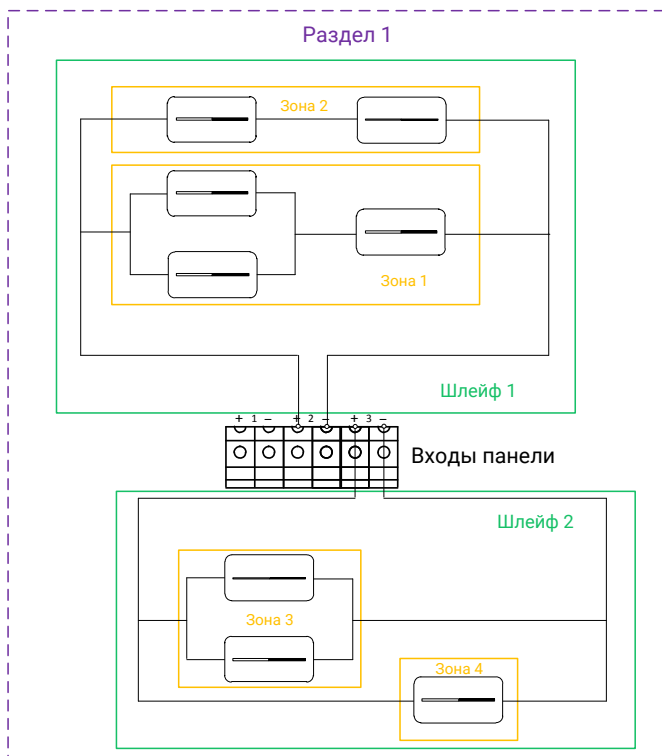

Рисунок 7. Пример формирования зон, шлейфов и разделов
- **Шлейф** - линия связи (провод), при помощи которой датчики подключаются к охранной панели. Шлейф может содержать одну и более зон (см. рис. 7).